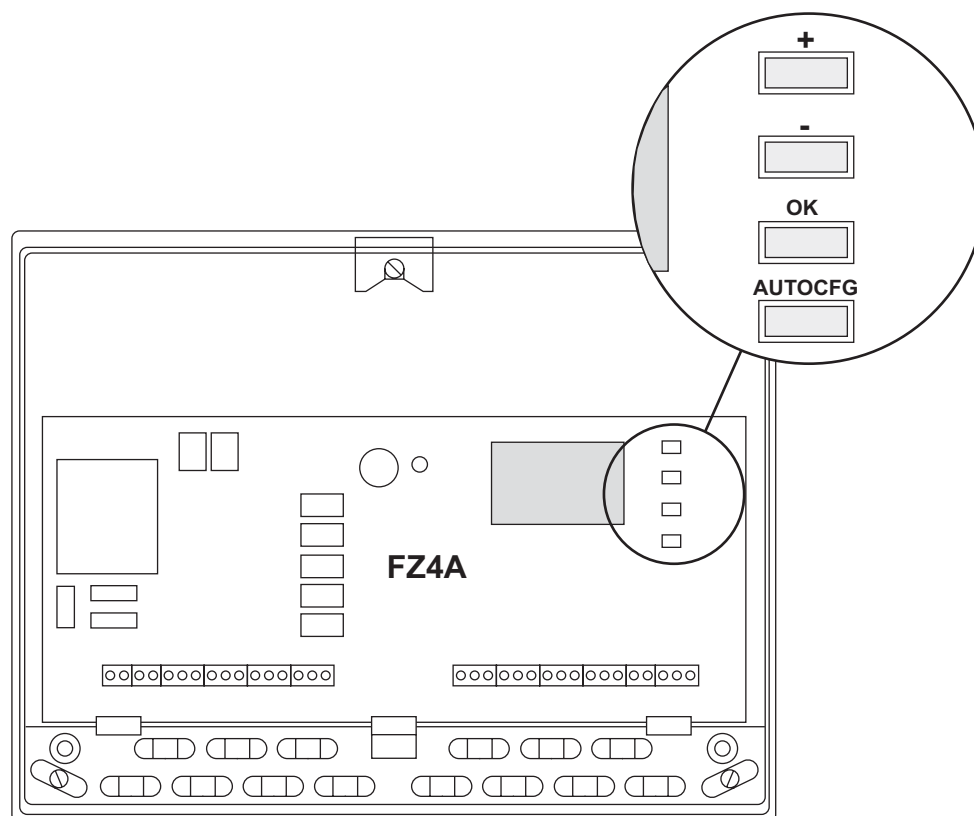

fig. 39 - Centralina FZ4
**Attenzione:** La caldaia è predisposta per il funzionamento con **termostato ambiente** sulla zona bassa temperatura. Collegando il **cronocomando remoto** sarà necessario configurare la centralina **FZ4A**. Per fare questo, premere il tasto **AUTOCFG** (vedi fig. 39) fino al lampeggio contemporaneo di tutti i leds della scheda **FZ4A**. La caldaia sarà quindi pronta per funzionare con cronocomando remoto sulla bassa temperatura.